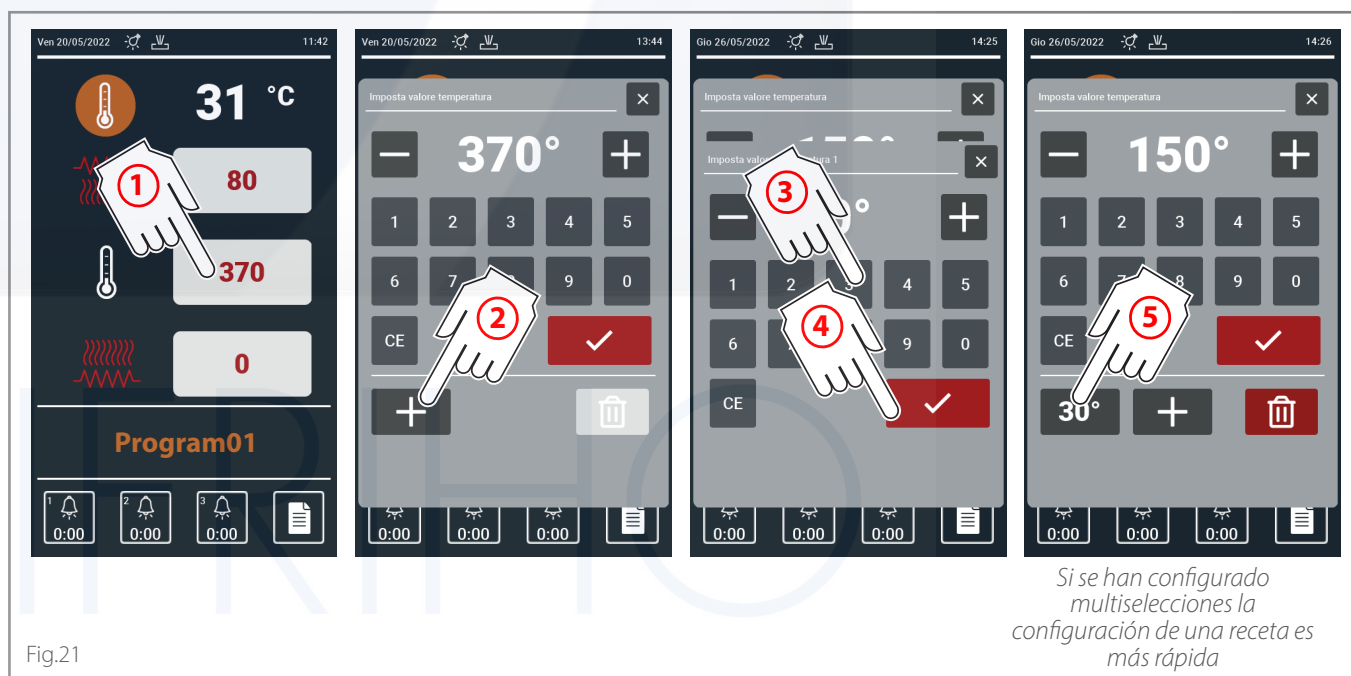

Fig.21
Cómo configurar una multiselección ► Fig.21
- los **valores secundarios** ► valores que, durante una cocción, pueden elegirse de manera rápida como alternativa al principal predeterminado (por ejemplo, véase ► Fig.21).